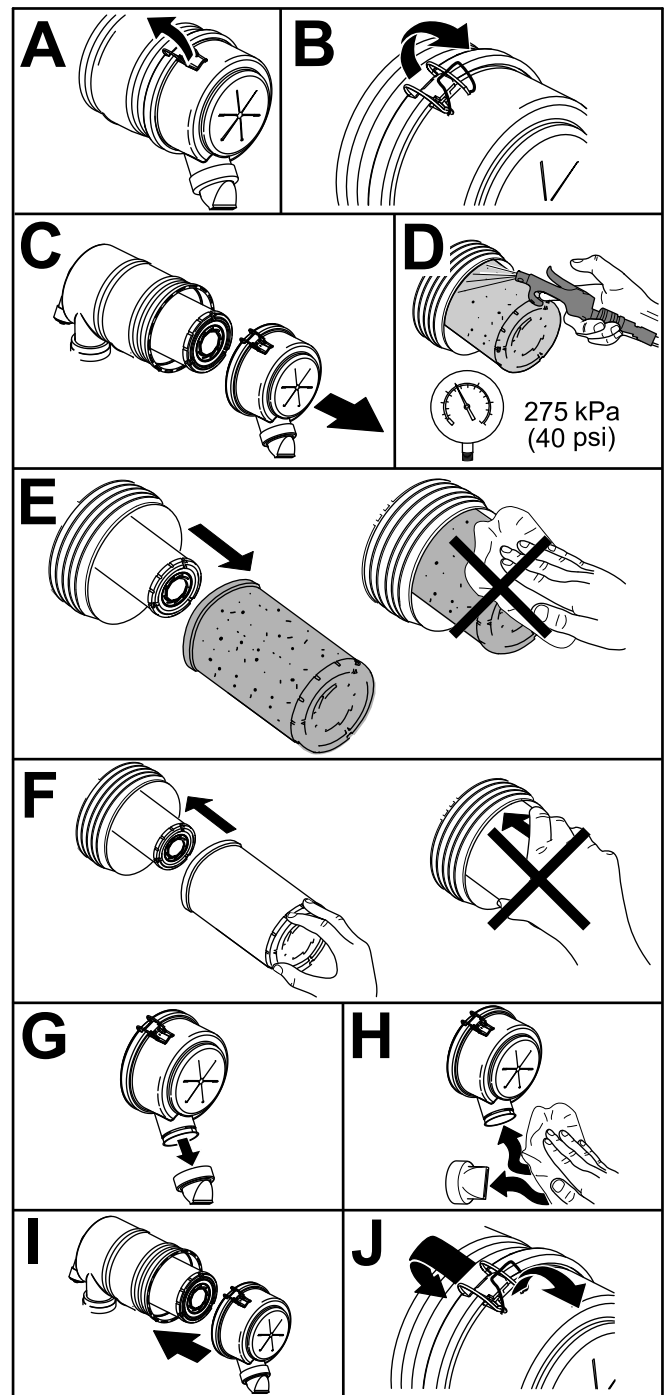

Figura 52
1. Sostituite l'elemento filtrante del filtro dell'aria (Figura 52).